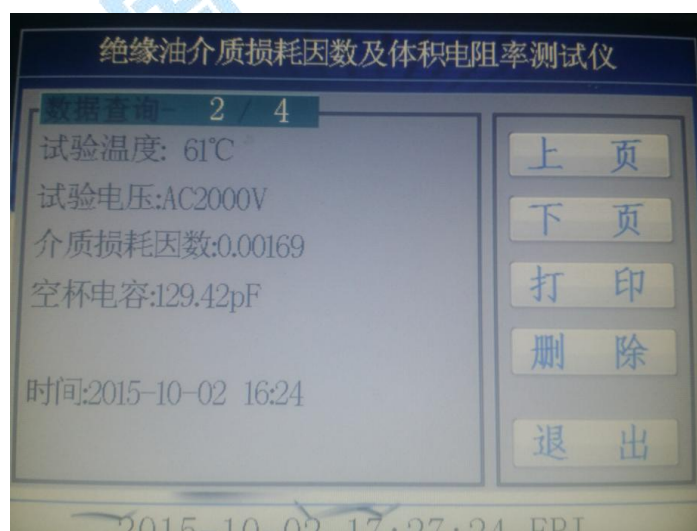

图 8
7. 点击图 3 中的数据查询，进入图 8 界面，点击上页和下页进行翻阅，也可以点击打印，对数据进行打印；还可以点击删除键对数据进行删除，按退出键退回到主界面。